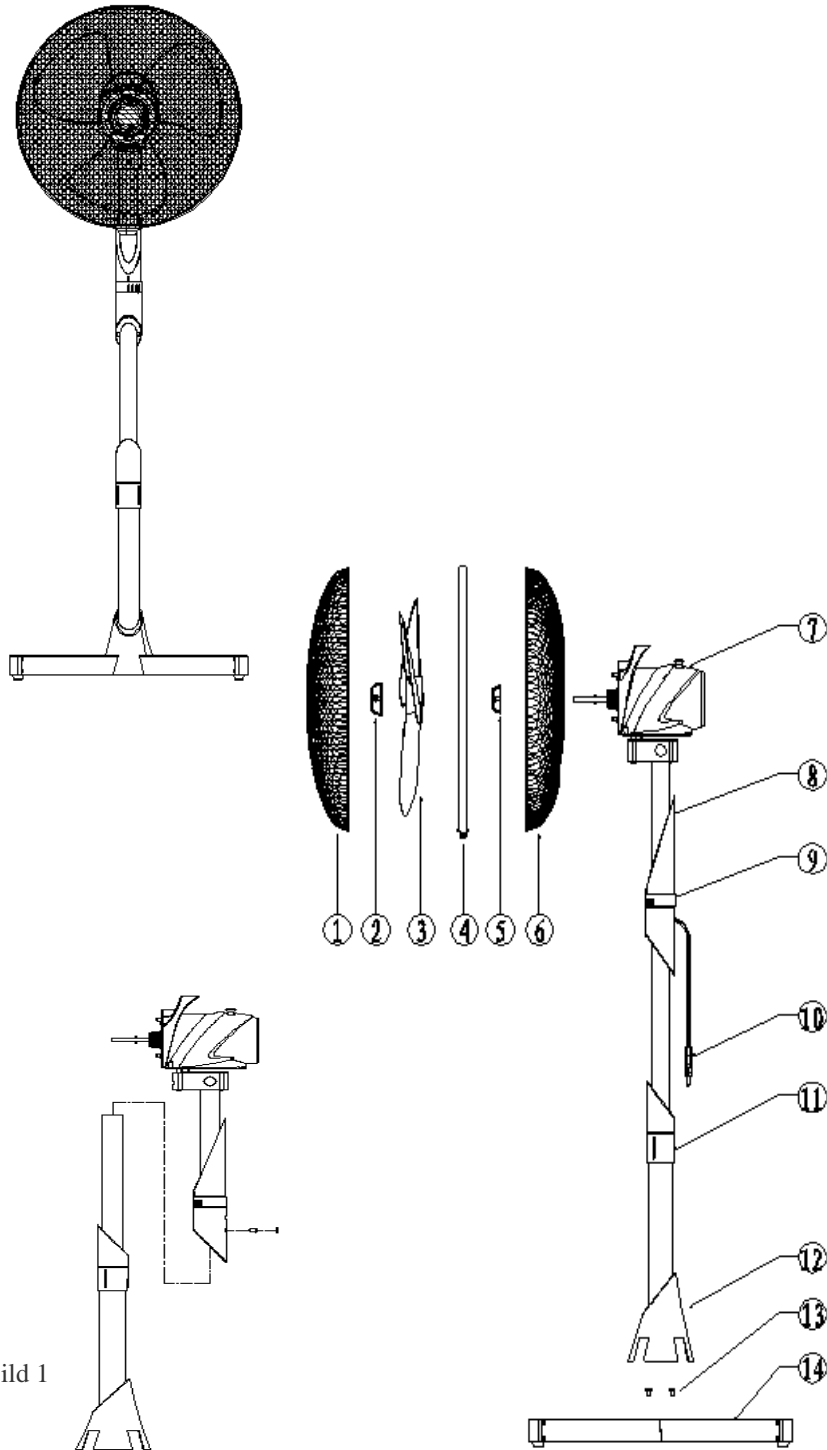

Bild 1
1. Platzieren Sie die Grundleiste A (14) auf die Grundleiste B (14) um einen Kreuzsockel zu bilden.
2. Platzieren Sie das untere Rohr (12) auf den Kreuzsockel und befestigen Sie es mit den mitgelieferten Schrauben (13).
3. Schieben Sie die Plastikabdeckung (12) am unteren Rohr bis über den Kreuzsockel.
4. Ziehen Sie das Innere aus dem unteren Rohr heraus und setzen Sie das obere Rohr auf. Bild 1
5. Befestigen Sie das obere Rohr (8) mit den mitgelieferten Schrauben.
7. Entnehmen Sie den Ring für die Befestigung des Gitters (5) vom Motorgehäuse.
8. Platzieren Sie das hintere Schutzgitter (6) gegen das Motorgehäuse (7) und drehen Sie den Ring (5) wieder fest, indem Sie ihn im Uhrzeigersinn drehen.
9. Stecken Sie das Lüfterrad (3) auf die Motorachse. Befestigen Sie es mit der Kontermutter (2), indem Sie gegen den Uhrzeigersinn drehen.
10. Nehmen Sie den Außenring (4) und legen Sie diesen über den hinteren Gitterrand.
11. Nun hängen Sie das vordere Schutzgitter (1) an das hintere Schutzgitter (6) und ziehen den Außenring mit Hilfe der mitgelieferten Schraube fest.